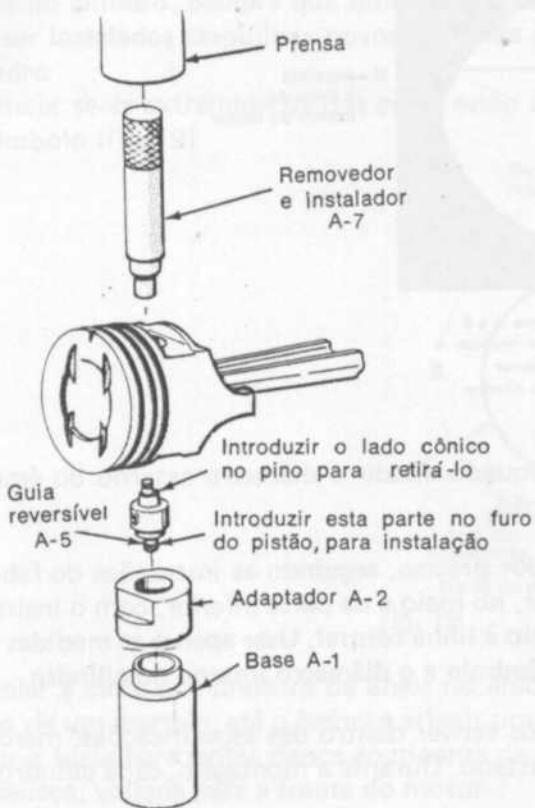

fig. 14
- Retirar os anéis do êmbolo. Retirar o pino do êmbolo, utilizando uma prensa e a ferramenta mostrada na fig. 14.
- Iniciar a introdução do pino no êmbolo e biela (poderá ser necessário bater levemente no pino). Usando uma prensa, empurrar o pino através do êmbolo e da biela, até ficar centralizado no êmbolo (fig. 14)